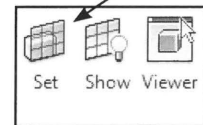

Fig. 08.46. Vælg *Create - Set*.
- Klik *Create - Set*, for at vælge *Work Plane* (Fig. 08.46). HUSK DETTE!